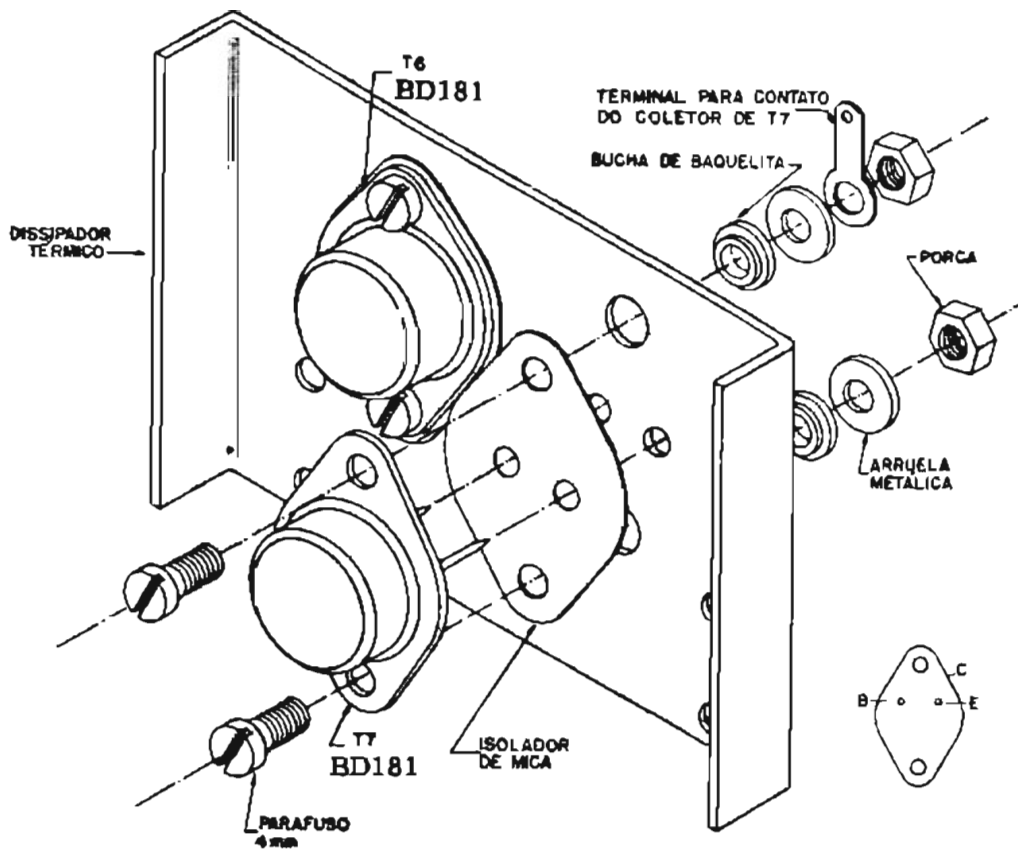

Figura 9 - Montagem dos transistores de potência sobre o dissipador térmico.
- 11 - Para a montagem dos transistores T_6 e T_7 (BD181) no dissipador térmico, oriente-se pela figura 9. Verifique primeiro se os terminais dos transistores T_6 e T_7 estão alinhados. A seguir, introduza êsses terminais nos orifícios correspondentes dos isoladores de mica, previamente untados com graxa de silicone ou vaselina sólida. Proceda com cuidado nestas operações para não danificar os isoladores. Utilizando os parafusos de 4mm de diâmetro, fornecidos no conjunto, monte os transistores no dissipador térmico. Coloque as buchas de baquelita, as arruelas metálicas, os terminais de ligação (só para os dois parafusos superiores) e as porcas, cuidando de não apertá-las excessivamente. Veja a ordem ilustrada na figura 9.